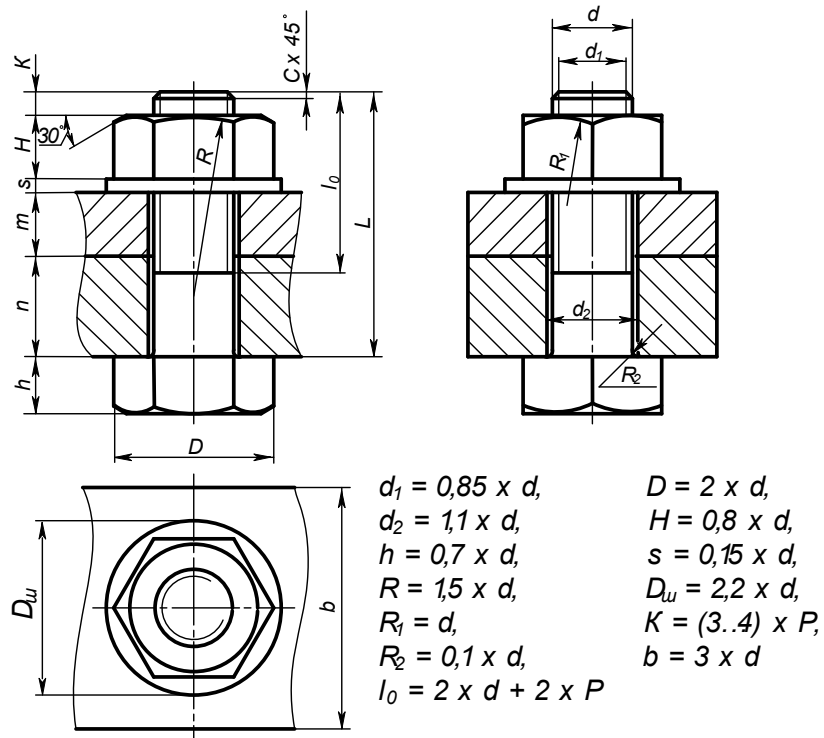

Рисунок 14 Условное изображение соединения деталей болтом и соотношения размеров деталей
- выполнить расчет размеров болта по формулам (рисунок 14)